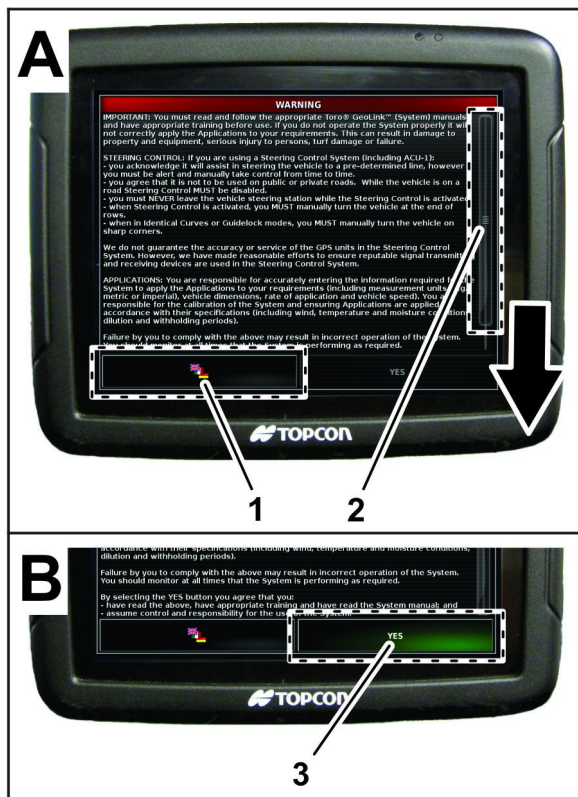

图 14
1. 如果需要按语言图标将 X25 显示更改为另一种语言图 14。
3. 阅读“最终用户许可协议”图 14。
使用滚动条导览至屏幕底部。Yes是图标将变成绿色 图 14。
- 按 YES是图标移至主屏幕 图 14。